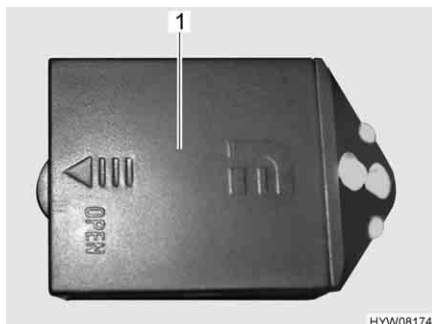

Fig. 162 Luci armadi guardaroba
- Spingere in direzione della freccia e rimuovere il coperchio (Fig. 162,1) delle luci armadi guardaroba.